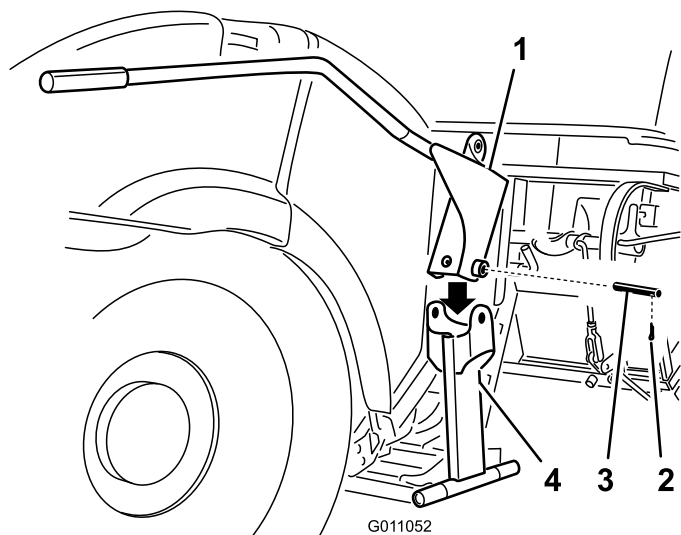

Figura 10
1. Posizionate il gruppo stegole nel gruppo di fissaggio stegole (Figura 10).
2. Fissate il gruppo stegole con un perno e un perno a rullo (Figura 10).